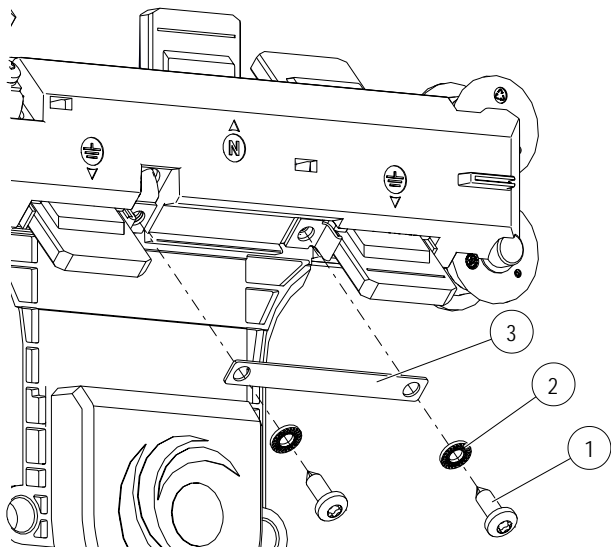

Abb. 109: Kontaktblech (Pos. 3) entfernen
- Beim PE zusätzlich das Kontaktblech (Pos. 3) entfernen (siehe Abb. 109).